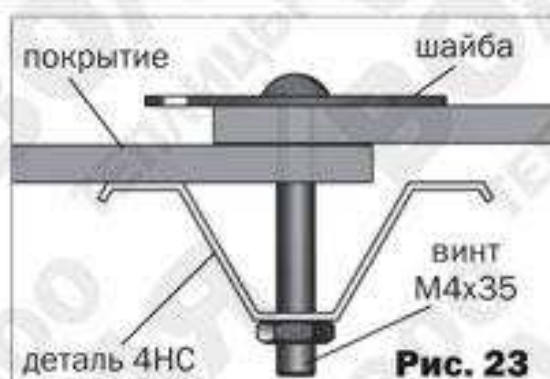

Рис. 23
- Вначале, установите один лист так, чтобы его края легли на детали **4НС** (**рис.23**).
Закрепите нижние края на деталях **1** винтами с шайбами, кроме деталей по краям листа. Затем установите другой лист внахлест с первым, установив винты с шайбами в местах нахлеста листов в соответствии с **рис.23**.